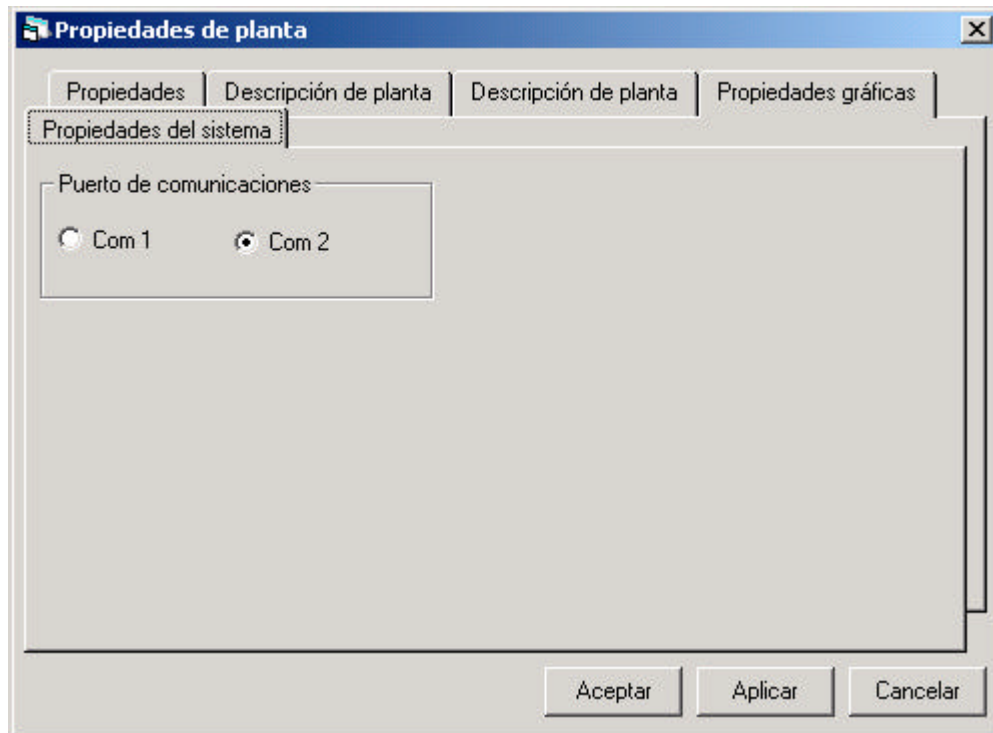

Figura 13.- Ventana Propiedades de planta (pestaña de Propiedades del sistema).
- **Propiedades del sistema** (figura 13).